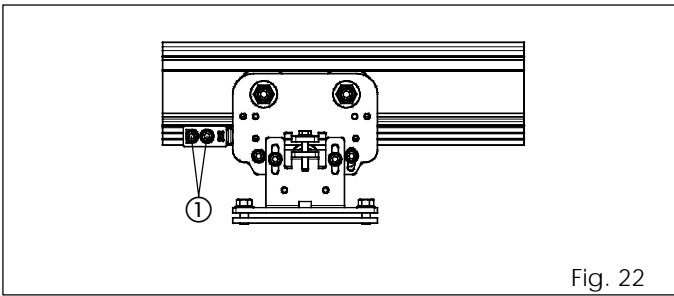
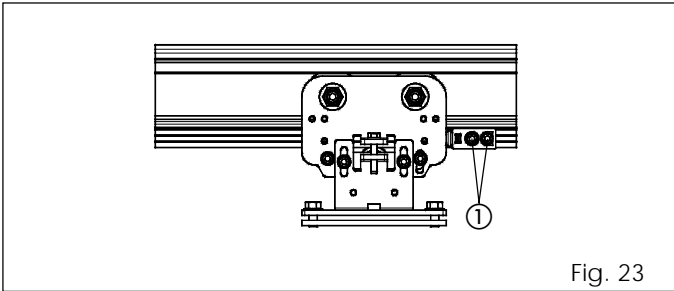

Fig. 22
Fig. 23
- Afloje los dos tornillos hexagonales como se indica en la fig. 22 y fig. 23 ref. ①.